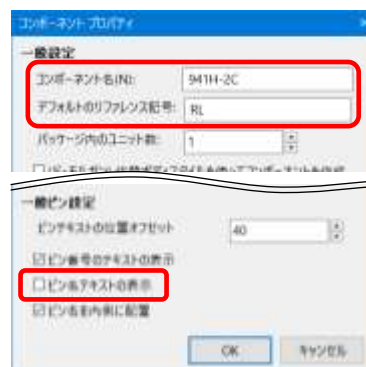

図 13-3
- ② 上ツールバー  「新規コンポーネントを作成」をクリックします。 図 13-3